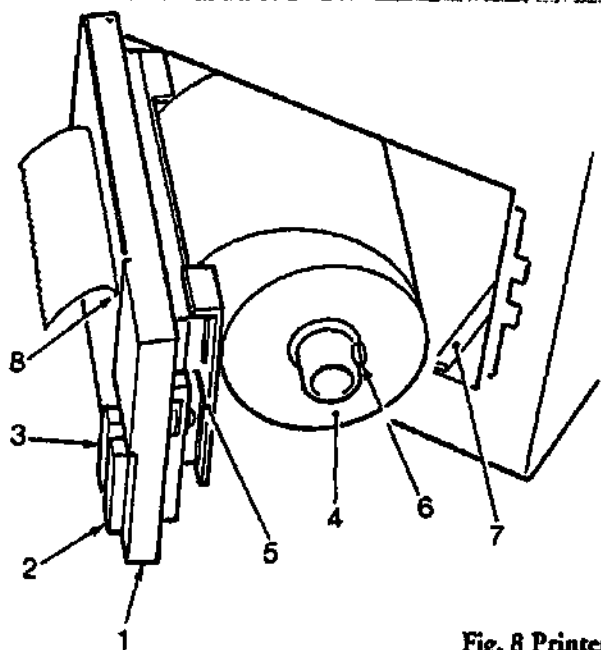
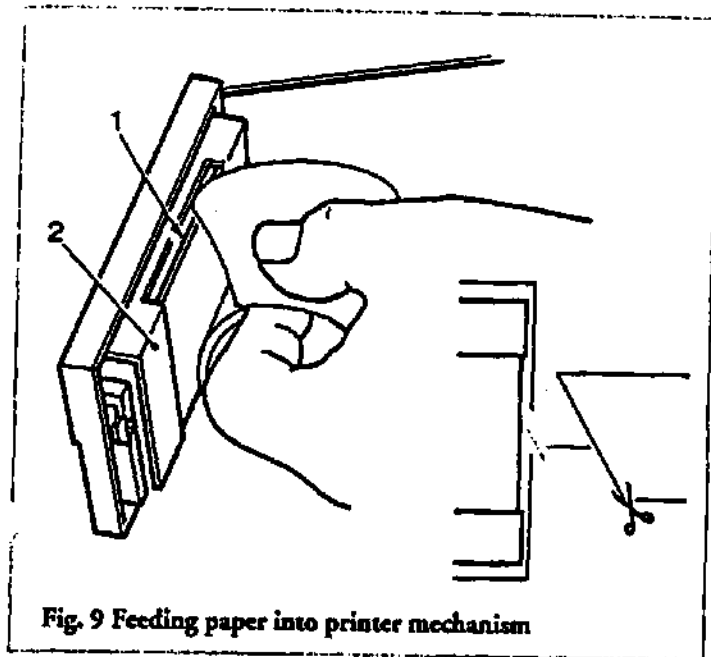
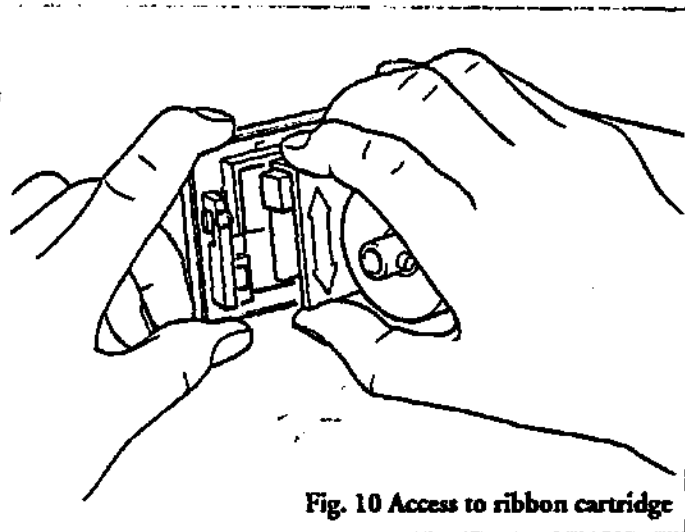

Fig. 8 Printer
Fig. 9 Feeding paper into printer mechanism
Fig. 10 Access to ribbon cartridge
ПРИНТЕР (если вставлен) (рис. 8)
- (1) Защёлка дверки. Чтобы открыть дверку (1, рис.8) сдвиньте защёлку дверки (2) в сторону по направлению стрелки и откройте дверь чтобы увидеть рулон бумаги. (4)
- (2) Кнопка включения протяжки бумаги. Убедитесь что основной выключатель стерилизатора в положении вкл.
- (3) Нажмите нижнюю часть кнопки протяжки бумаги (3), чтобы включить протяжку бумаги, которая будет длиться до тех пор пока вы не отпустите кнопку.
5. Смена рулона бумаги (рис.8).
- (1) Откройте дверь камеры автоклава для лучшего доступа.
- (2) Сдвиньте кнопку дверки (2) в сторону, смотри параграф 4 (1) и откройте её потянув на себя для полного выдвижения рулона бумаги.
- (3) Если бумага ещё осталась в принтере, вытяните её из прорези (8) и осторожно уберите оставшуюся бумагу из задней части механизма принтера (5).
- (4) Нажмите подпружиненную кнопку (6), которая удерживает рулон бумаги и удалите пустую шпульку из-под бумаги со шпинделя (стержня).
- (5) Возьмите новый рулон бумаги и освободите конец бумаги от всего рулона. Оборвите весь повреждённый или помятый кусок бумаги.
- (6) Нажмите подпружиненную кнопку, которая удерживает рулон бумаги и установите новый рулон бумаги на шпиндель (рис.8) так, чтобы незакрытая бумагой сторона рулона была со стороны открытого конца шпинделя (рис.9).
- (7) С помощью ножниц обрежьте под углом конец рулона бумаги (см. рис.9) и вставьте этот конец бумаги в прорезь (1, рис.9). Нажмите клавишу протяжного механизма (7,рис.8) и удерживайте её до тех пор пока механизм не захватит бумагу и не протянет её через дверцу принтера.
- (8) Поверните рулон бумаги рукой чтобы проверить свободное движение бумаги
- (9) Закройте дверцу принтера. Проверьте работоспособность механизма протяжки бумаги путём нажатия кнопки включения этого механизма (3,рис.8) до тех пор пока бумага не поступит из прорези. Убедитесь, что бумага из принтера поступает свободно.
- (1) Снимите бумажный рулон (см. параграф 5).
- (2) Удерживайте дверь левой рукой и правой рукой нажмите вверх на кнопку фиксатора рамы механизма принтера (2, рис.9 и рис.10) и отсоедините раму механизма принтера от двери. Не старайтесь разъединить дверь и раму пока защёлка не открыта.